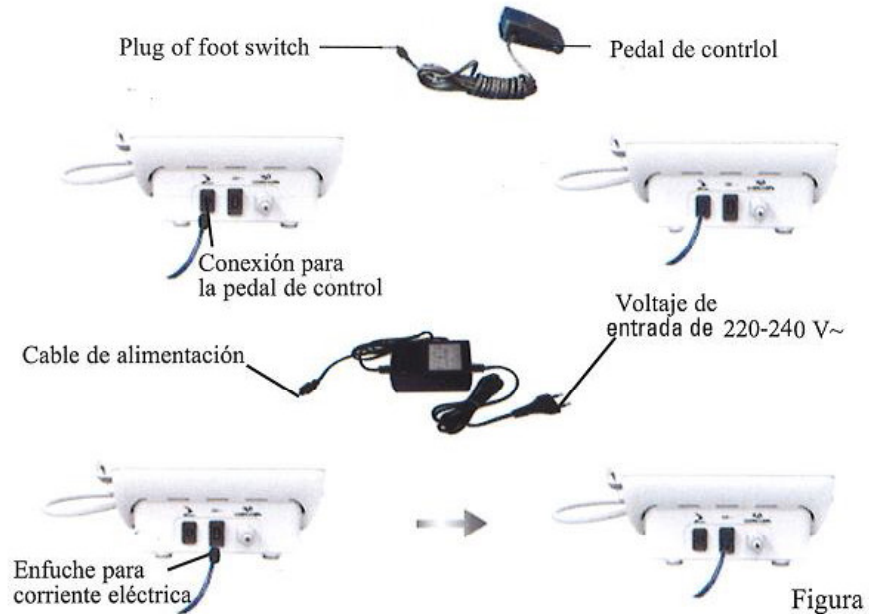

Figura 2
2.1 Función de eliminación de sarro (G) y función de parodontia (P)
- Conectar el pedal de control (Véase figura 2).